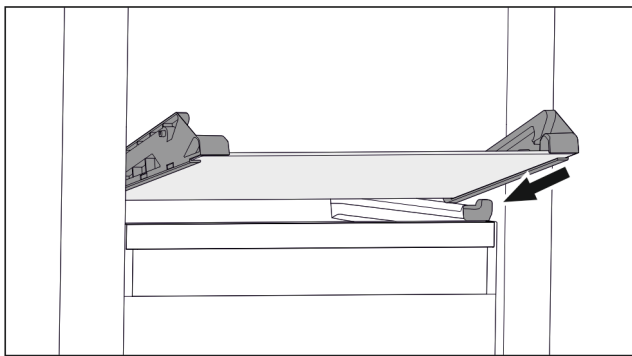

Fig. 67 Ripiano in vetro del cassetto ribaltabile
- ▶ Applicare il ripiano in vetro obliquamente dietro i fermi. (vedere Fig. 67)